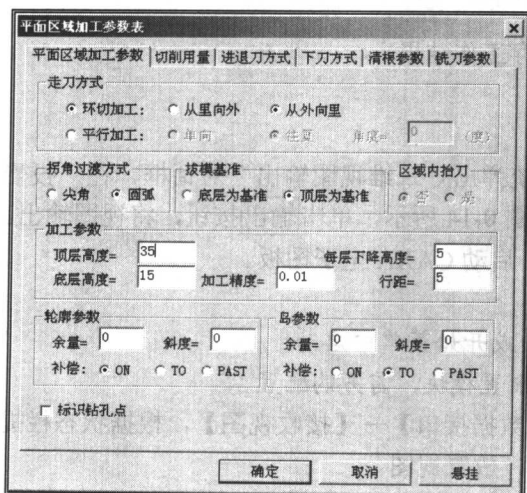

图 0-18 平面区域加工参数
② 单击【应用】→【轨迹生成】→【平面区域加工】命令, 系统弹出“平面区域加工参数表”对话框, 在“平面区域加工参数”选项页(图 0-18)中填写参数。